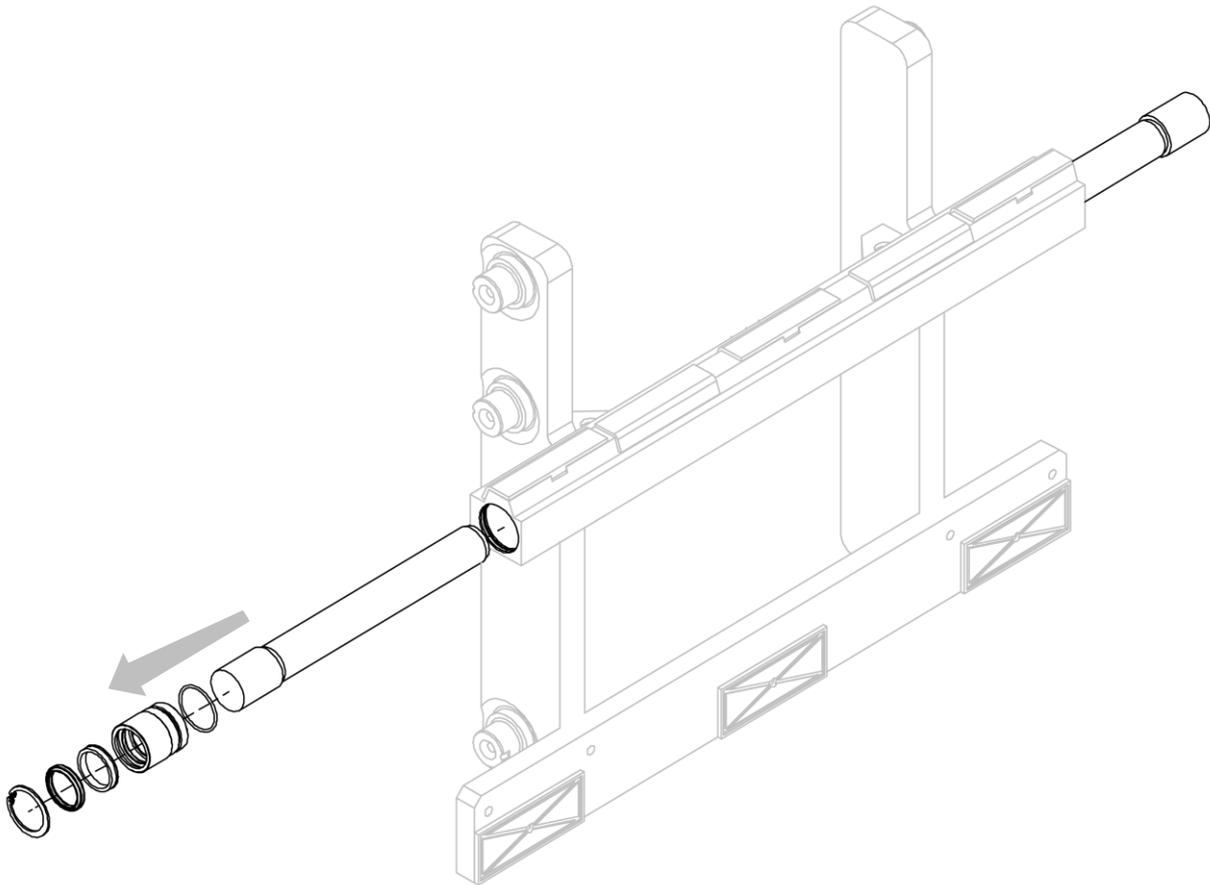

Figura 33
7. Prendere come riferimento la *Figura 33*.